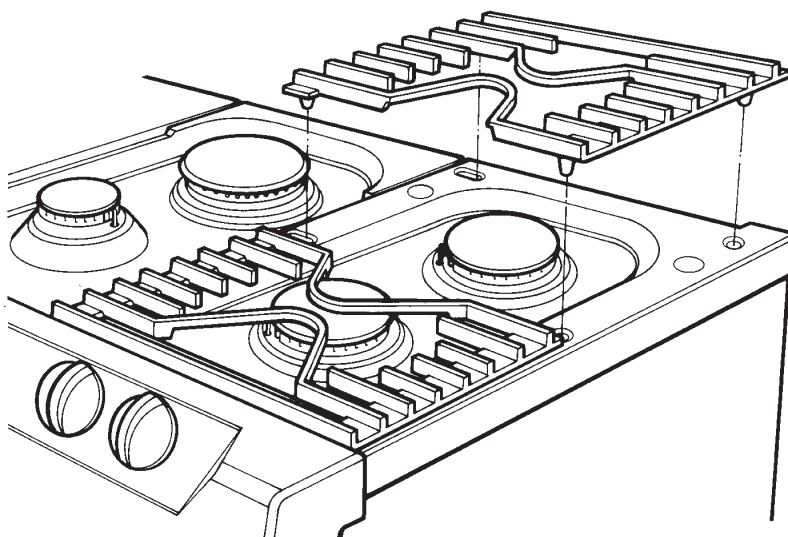
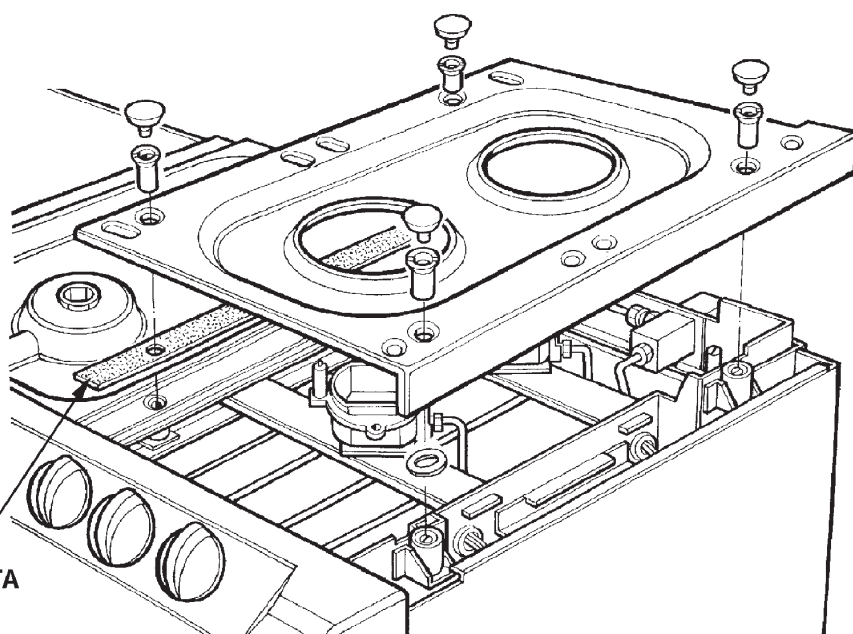

Fig. 22
Fig. 23
2. Remover as grelhas de apoio das panelas e as tampas dos queimadores (Ver Fig. 22).
3. Remover os parafusos de fixação dos queimadores (14) e as porcas de fixação das placas da mesa de queima (8).
4. Retirar os anéis de fixação dos queimadores (6).
5. Retirar as placas vazadas da mesa de queima na seguinte ordem: esquerda, direita e central. (Ver. Fig. 23).